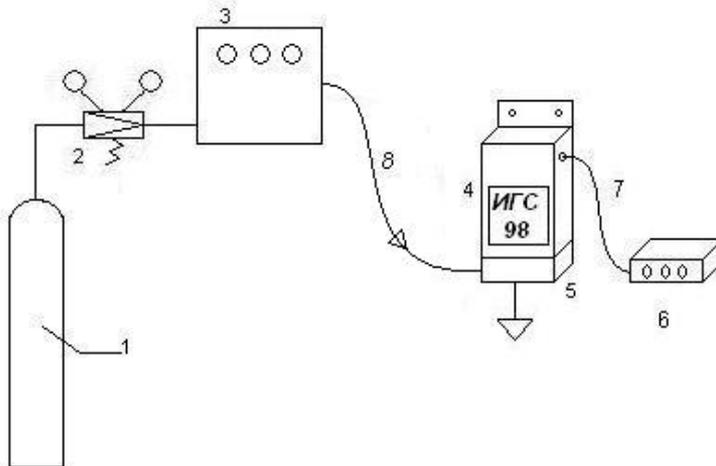

рис. 2. Схема газовая принципиальная установки для проверки ГС серии ИГС-98 от генератора газа.
3.8.1. Проверка ГС на чувствительность к таким газам как H_2S , SO_2 , HCl , Cl_2 , формальдегид, NH_3 , NO_2 производится с использованием диффузионных газодинамических установок типа «Микрогаз-Ф». Принцип работы этого генератора газовых смесей основан на введении в газовый тракт генератора источника микропотока (ИМ), представляющего собой фторопластовую ампулу с жидким веществом. Концентрация газа на выходе генератора определяется производительностью ИМ за счет диффузии вещества через стенки фторопластовой ампулы (берется из паспорта на ИМ) и расходом газа-разбавителя. Для работы собирают установку по схеме на рис. 2.
Плата трехпроводного подключения (маркировка «ТК-А8М») – используется в ГС с термокаталитическими и оптическими сенсорами ГС «Бином-Д», «Бриз-Д», «Верба-Д», «Марш-Д», «Пион-Д», «Дукат-Д». Принципиальная схема показана на рис.2, расположение элементов – на рис. 2а и 2б.
рис.2а. Расположение элементов на плате ТК-А8М с обратной стороны
Рис.2б. Расположение элементов на плате ТК-А8М с лицевой стороны.